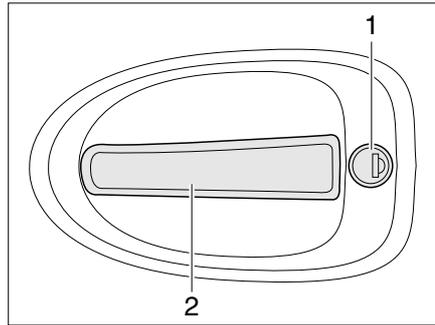

Bild 38 Türschloss Fahrertür, außen
- Schlüssel in Schließzylinder (Bild 38,1) stecken und drehen, bis das Türschloss entriegelt ist.
- Am Türgriff (Bild 38,2) ziehen. Die Tür ist geöffnet.
- Schlüssel in Schließzylinder (Bild 38,1) stecken und drehen, bis das Türschloss verriegelt ist.